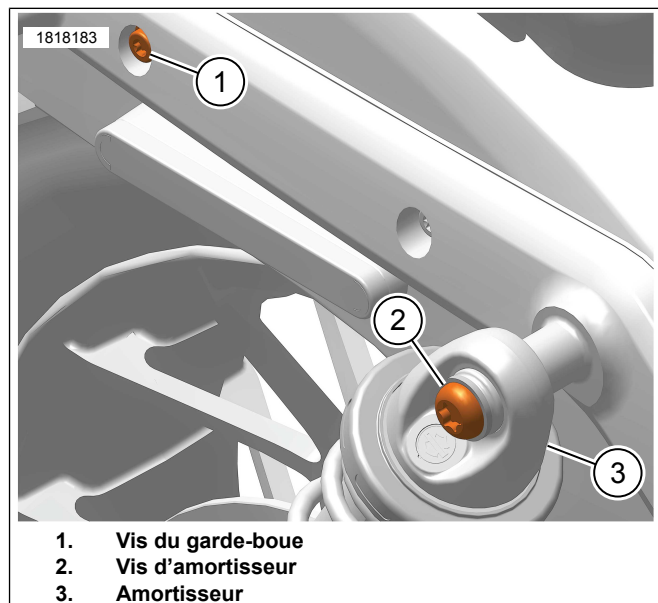
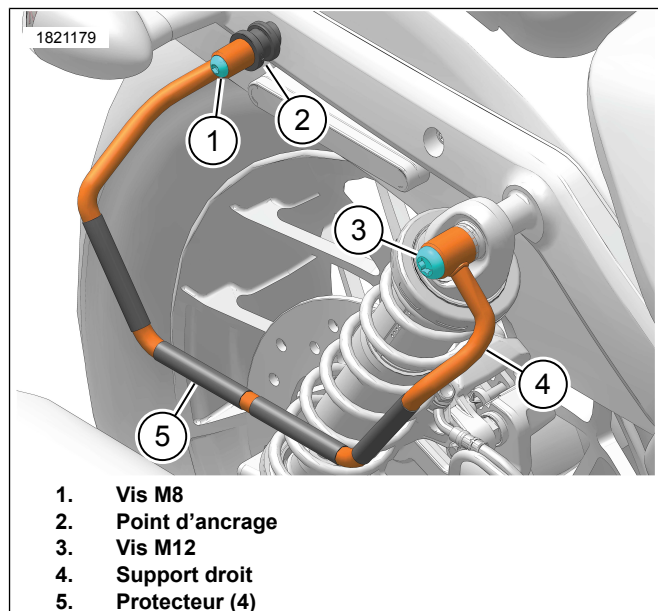

Figure 2. Composants d'origine
Figure 3. Support de sacoche
1. Voir la Figure 2. Retirer et jetez la vis de garde-boue arrière (1).
2. Retirer et jeter la vis d'amortisseur supérieure (2).
- a. Soutenir l'amortisseur (3) pour éviter d'endommager le véhicule.
3. Voir la Figure 3. Positionner le support droit (4) et l'amortisseur.
4. Installer la vis M12 (3) sans la serrer.
5. Positionner le point d'ancrage (2) et le support droit (4).
6. Installer la vis M8 (1) sans la serrer.
8. Serrer la vis M12 (3).